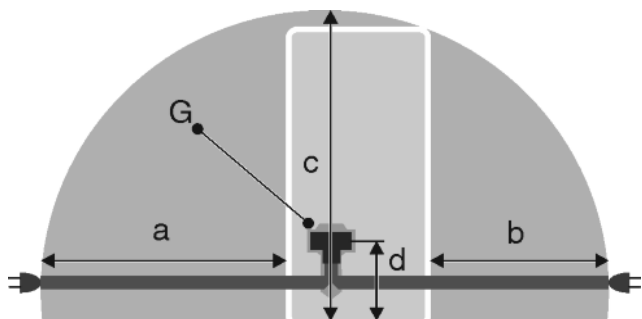

Fig. 28
- Розетка знаходиться за межами зони задньої стінки пристрою у заданому діапазоні Fig. 28 (a, b, c).
- ▶ Штекер пристрою Fig. 28 (G) вставити на задній стінці пристрою. Слід звернути увагу на належну фіксацію.